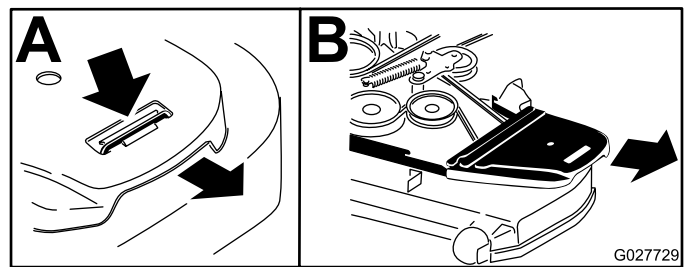

Figura 60
6. Retire las cubiertas de las correas y los pernos que están sujetos a las mismas (Figura 60).